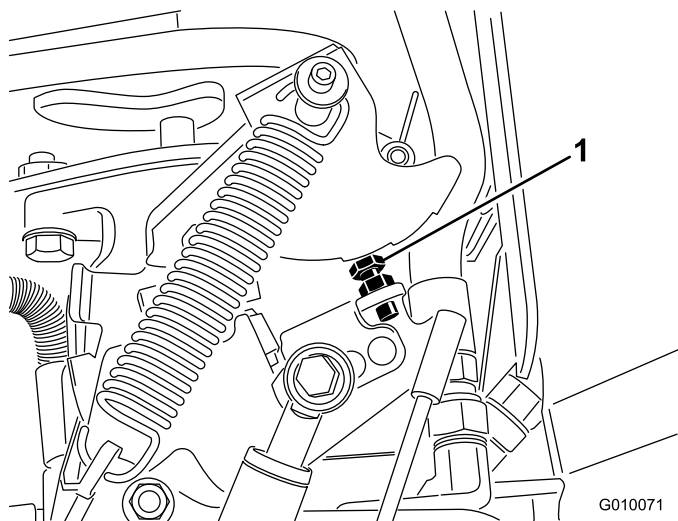

Figura 66
5. Se for necessário algum ajuste, rode o parafuso de bloqueio da bomba (Figura 66) para mais perto da placa de bloqueio para diminuir o intervalo entre furos ou rode o parafuso de bloqueio para o afastar da placa de bloqueio e assim aumentar o intervalo entre furos.